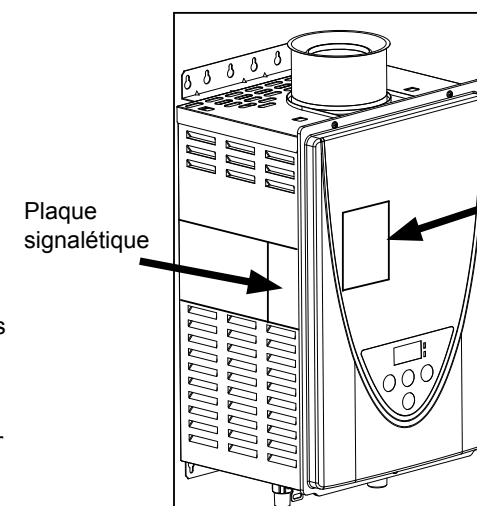

Figure 4
14. Mettre sous tension (ON) et activer l'alimentation de gaz.
20. Compléter tous les items sur l'étiquette de conversion du gaz avec un marqueur permanent. Apposer l'étiquette sur le chauffe-eau tel qu'illustré à la Figure 4.